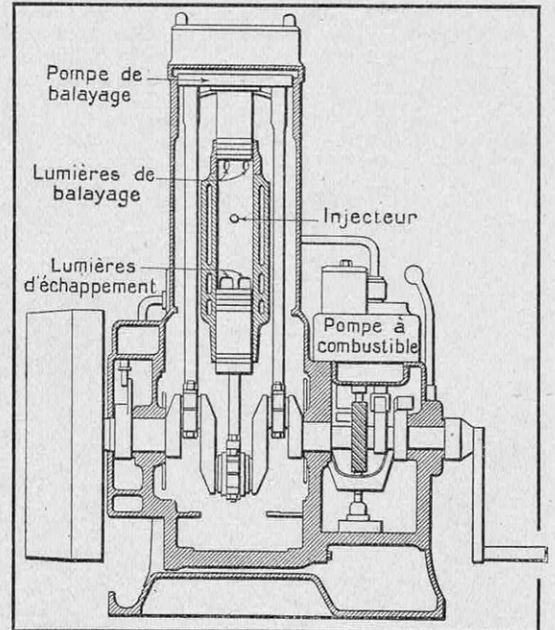

FIG. 6. — COUPE DE PRINCIPE DU MOTEUR JUNKERS A PISTONS OPPOSÉS
(1) Voir schéma, figure 6, « haut » et « bas » sont pris ici au même sens mécanique que dans « point mort haut » et « point mort bas ».